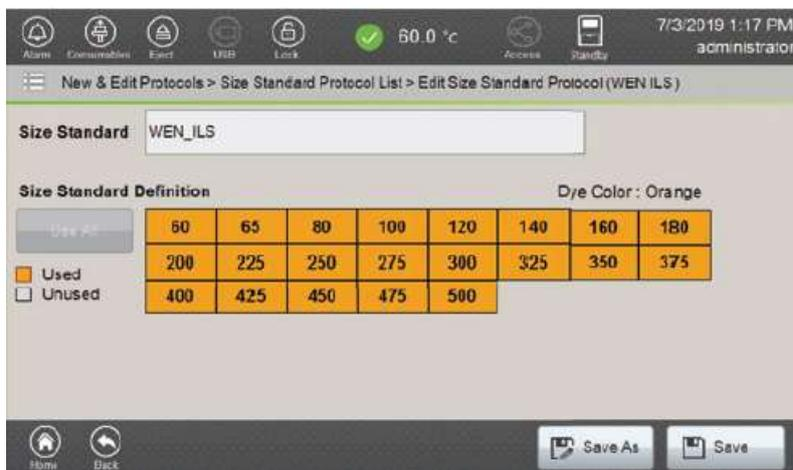

図 152 Edit Size Standard Protocol 画面
- フッターの **Edit** を選択して、Edit Size Standard Protocol 画面 (図 152) を開きます。